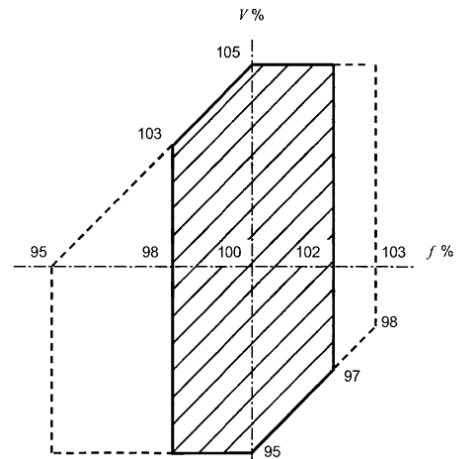

Figura 2.1: Limites das variações da tensão e frequência (IEC60034-3)
- Conforme definido pela área sombreada da Figura 2.1, o gerador deverá ser capaz de fornecer continuamente sua potência nominal, operando em seu fator de potência nominal, com uma variação de $\pm 5\%$ da tensão e de $\pm 2\%$ da frequência. Conforme o ponto de operação se distância dos valores nominais de frequência e tensão, a temperatura dos enrolamentos do gerador pode aumentar progressivamente;
- Conforme definido pelo limite exterior da Figura 2.1, o gerador também deverá ser capaz de fornecer continuamente sua potência nominal, operando em seu fator de potência nominal, com uma variação de $\pm 5\%$ da tensão e de +3 e -5% da frequência. No entanto, neste caso a elevação de temperatura será ainda maior do que no caso anterior. Assim, para minimizar a redução do tempo de vida do gerador devido aos efeitos da temperatura, a operação fora da área sombreada deverá ser limitada quanto a sua extensão e frequência com que ocorre. A potência do gerador deve ser reduzida ou outra medida corretiva deve ser tomada.